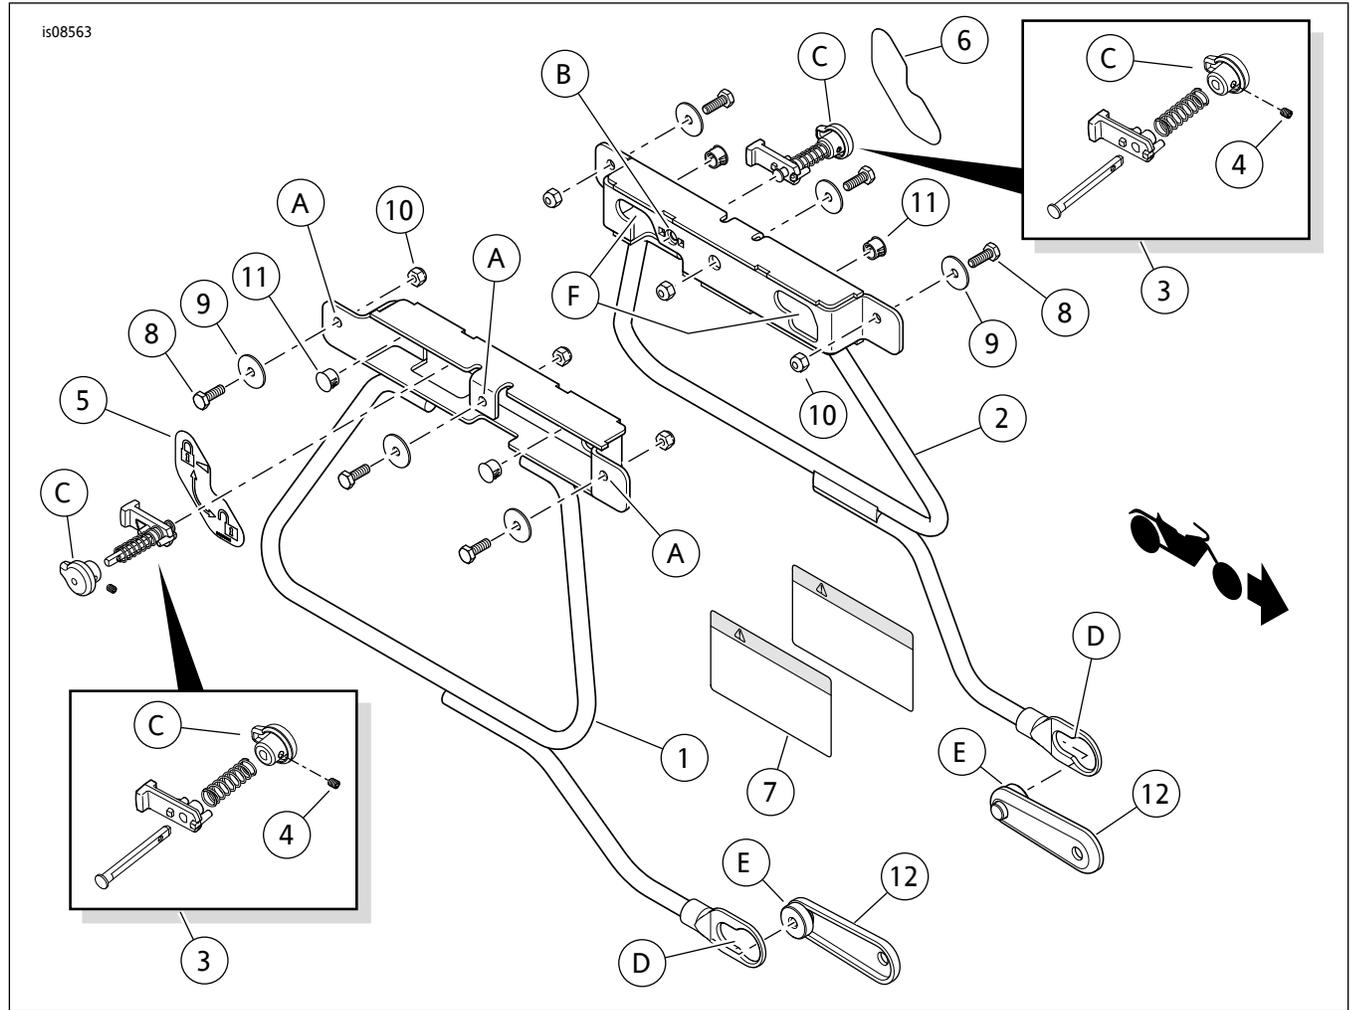

图7。维修零件：软尾可拆卸式边箱转换套件
- e. 参见图7。在胶带上标记三个安装孔位置(A)的中心。
2. 参见图7。拉动旋钮(C, 边箱内后上角)。将旋钮转至解锁位置(左侧边箱为顺时针旋转, 右侧边箱为逆时针旋转)。